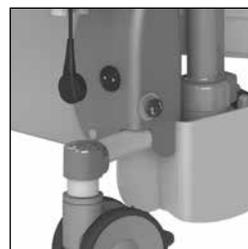

Figure 15 Prise de rechargement.
- La prise de raccordement du chargeur se trouve à l'arrière de la chaise et elle est protégée par un clapet métallique (Cf. figure 15).
- Raccordez le chargeur à la chaise Elexo XXL (Cf. figure 15).